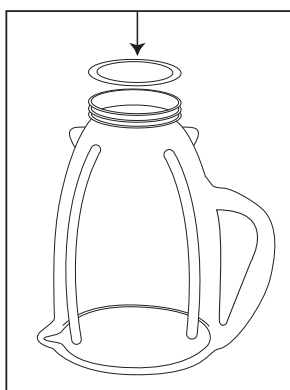

FIGURA 2
- Coloque el aro de sellado sobre la abertura del vaso. (Figura 2)